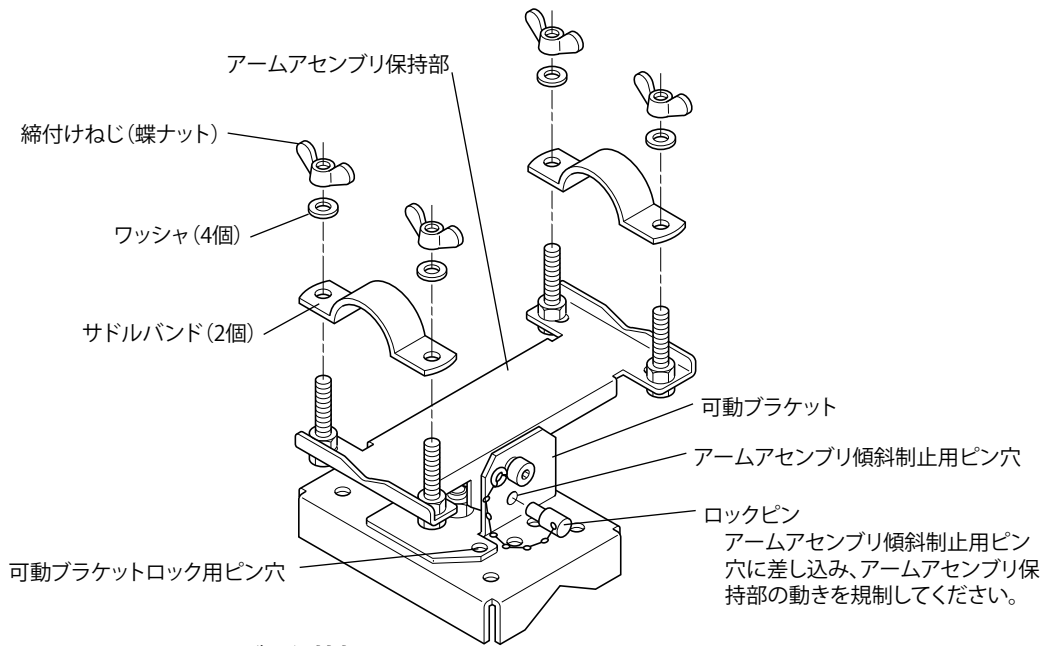

図 4.7 アームアセンブリ保持部のロック
アームアセンブリを取り付けるときは、ロックピンをアームアセンブリ傾斜制止用のピン穴に差し込んでロックしてください（図 4.7 参照）。
- (1) 取付金具のアームアセンブリ保持部をほぼ水平にして、ロックピンをアームアセンブリ傾斜制止用のピン穴に差し込んでください（図 4.7 参照）。
まず、可動ブラケットロック用ピン穴に差し込んであるロックピンをはずし、アームアセンブリ傾斜制止用ピン穴に差し込みます（図 4.7 参照）。